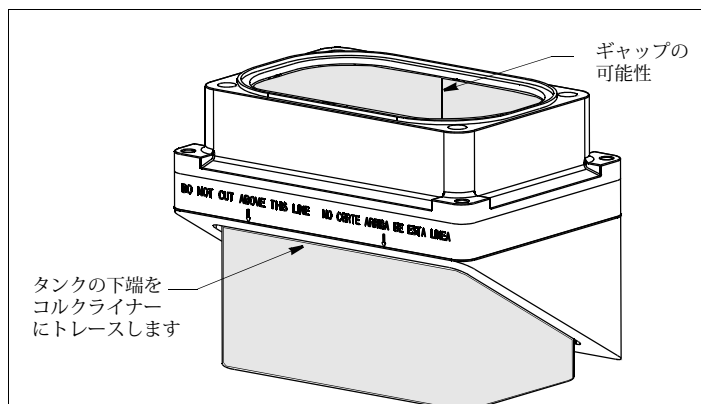

Figure 6. コルクライナーの取り付け (図は30°の角度)
5. タンクには、音のエコーを減らすためにコルクライナーが付いています。タンクが切断されたら、コルクライナーをタンクの内側に巻き付けます(図6)。最も高い側面の中心に沿ってライナーの側面を突き合わせます。タンク内部の上端にコルクライナーを押し上げます。タンクの下端をライナーまでトレースします。